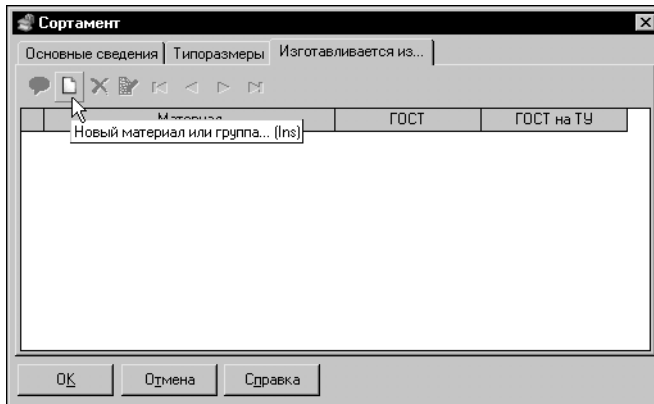

Рис. 4.28. Диалог **Сортамент**; вкладка **Изготавливается из...**
1. Раскройте вкладку **Изготавливается из...** (рис. 4.28).